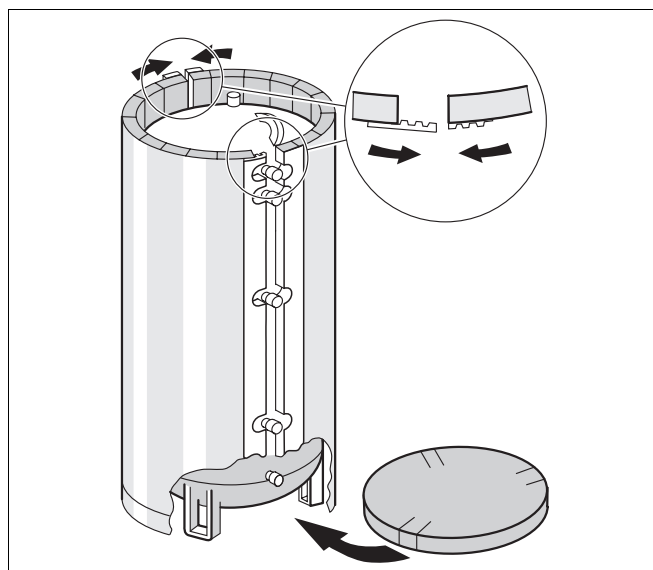

Fig. 9 Montage du matelas isolant (schéma de principe)
- Poser les matelas isolants de manière à ce qu'ils coïncident avec le corps du préparateur au niveau des raccords et des gabarits du préparateur (fig. 9).
- Refermez tout d'abord l'isolation thermique sur la partie arrière du préparateur (côté raccords) selon le croquis détaillé de la fig. 9.